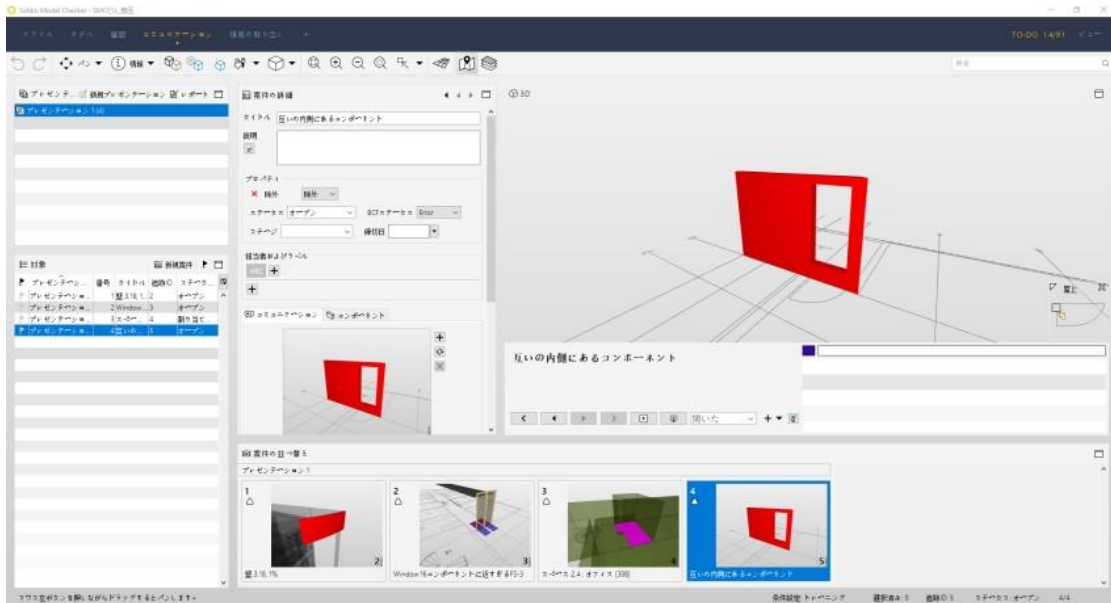

図 69. プレゼンテーションビュー
- ② プレゼンテーションの名前を入力し、「確認結果から案件に変換」の項目から「はじめに」を選択します。「OK」をクリックし次へ進みます。
- ③ 新しいプレゼンテーションが作成されました。「プレゼンテーションビュー」に最初のスライドが表示されます。(図 69 を参照)他のスライドを選択すると保存されたビューポイントへ移動します。